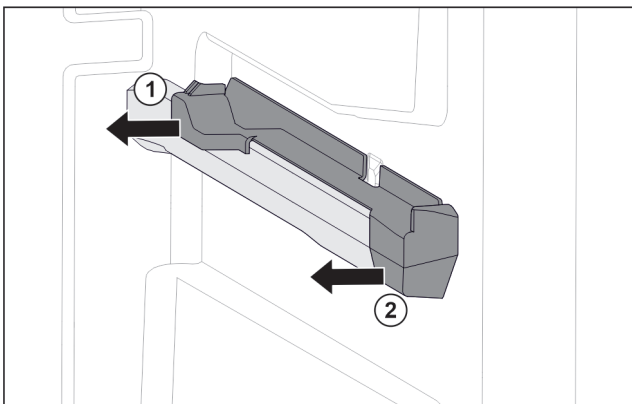

Fig. 46 Instekelement op rechter containerrib
- ▶ Instekelement achter naar de zijkant toe eraf trekken. Fig. 46 (1)
- ▶ Instekelement voor naar de zijkant toe eraf trekken. Fig. 46 (2)